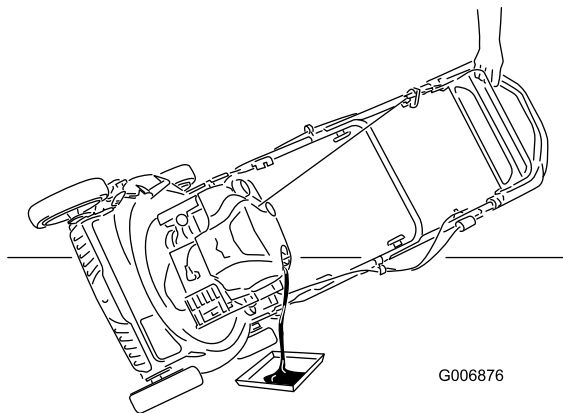

Bild 27
3. Kippen Sie den Rasenmäher seitlich (Luftfilter nach oben), um das Altöl über den Öleinfüllstutzen abzulassen (Bild 27).